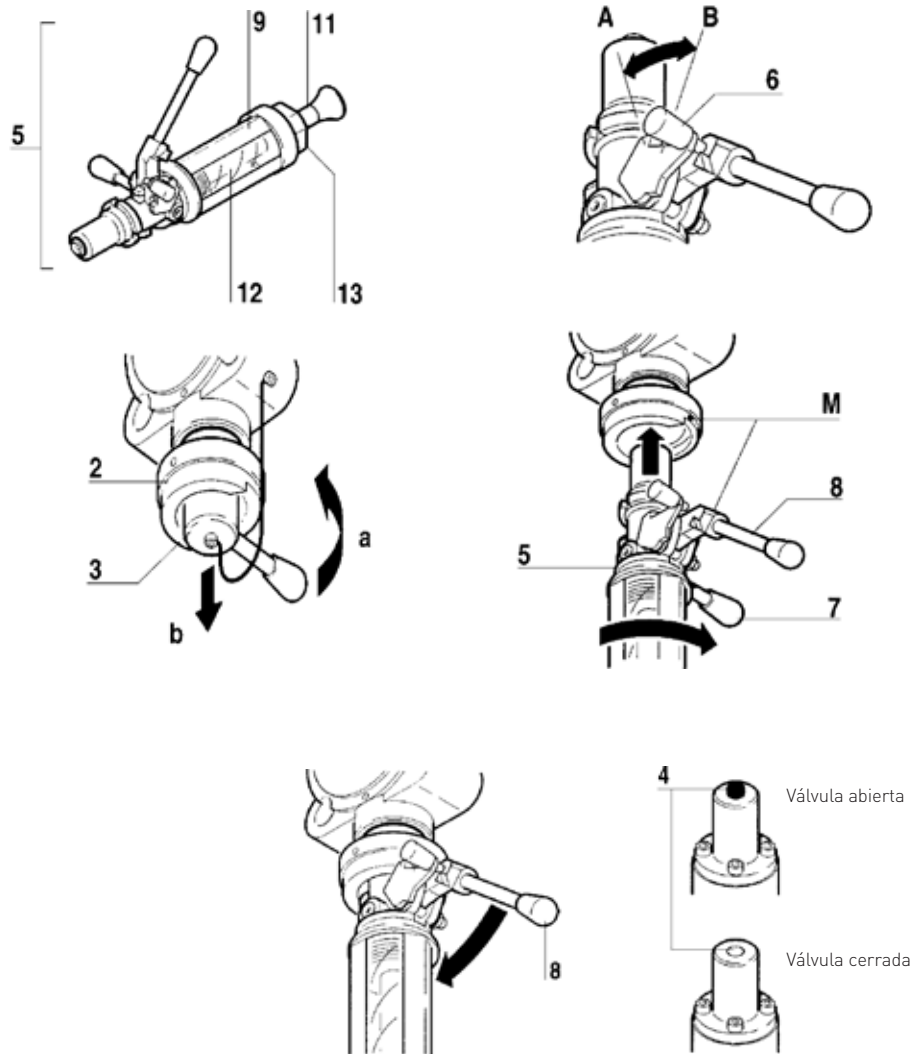

Figura 7
9.2.1 Con tuberías a presión (Figura 7)